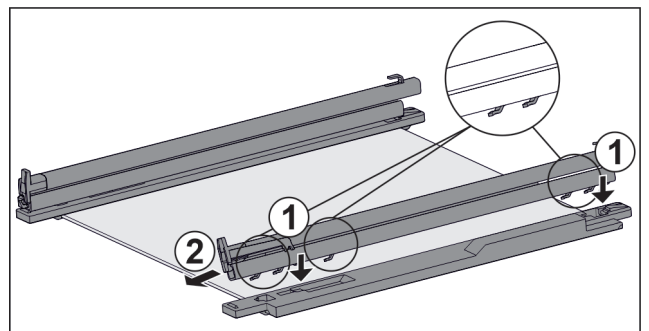

Fig. 154 Sklenená doska s koľajničkami a prídržnými dielmi
- ▶ Nasadíte háky koľajničky na otvory **ľavého** prídržného dielu. Fig. 154 (1)
- ▶ Potiahnite koľajničku dopredu. Fig. 154 (2)
- ▶ Nasadíte háky koľajničky na otvory **pravého** prídržného dielu. Fig. 154 (1)